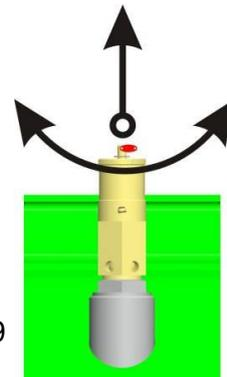

Рис. 19
18.6. Проверка работы предохранительного клапана (Рис. 19)